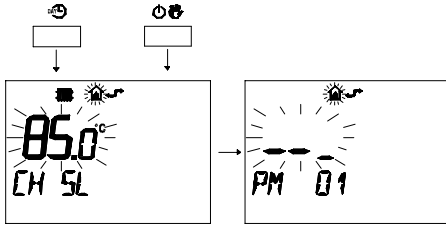

fig. 8.5
- 3 Premere contemporaneamente i pulsanti  e  per entrare nella programmazione trasparente (fig. 8.5)